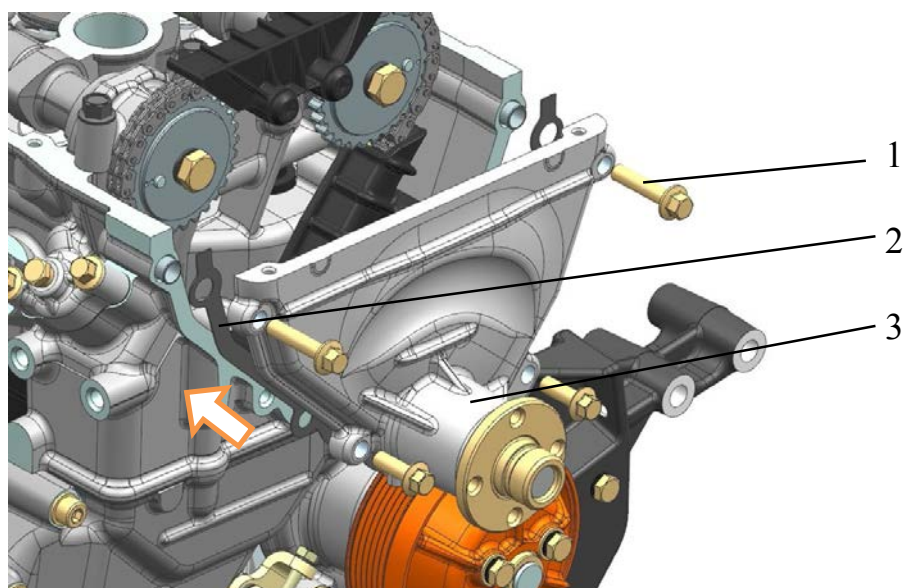

Рис.170. Установка передней крышки головки цилиндров:
**18.** Установить и закрепить переднюю крышку головки цилиндров 3 (рис.170) с прокладкой 2, завернув болты 1 моментом 11,8...17,6 Н·м (1,2...1,8 кгс·м).